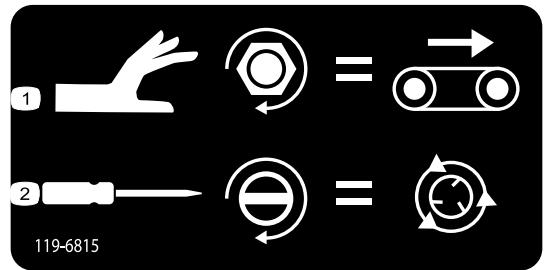

Figura 47
- Para ajustar a velocidade da passadeira (Figura 47), rode o manípulo no sentido dos ponteiros do relógio. Utilize a velocidade máxima de deslocação do sistema de operação de codificação por cores quando não tiver fluxo hidráulico. Esta definição é útil quando a tremonha estiver cheia de areia.
- Para ajustar a velocidade do rotor (Figura 47), utilize uma chave de fendas de cabeça chata para aumentar a velocidade do rotor rodando o parafuso no sentido dos ponteiros do relógio ou diminuir a velocidade do rotor rodando o parafuso no sentido contrário ao dos ponteiros do relógio.